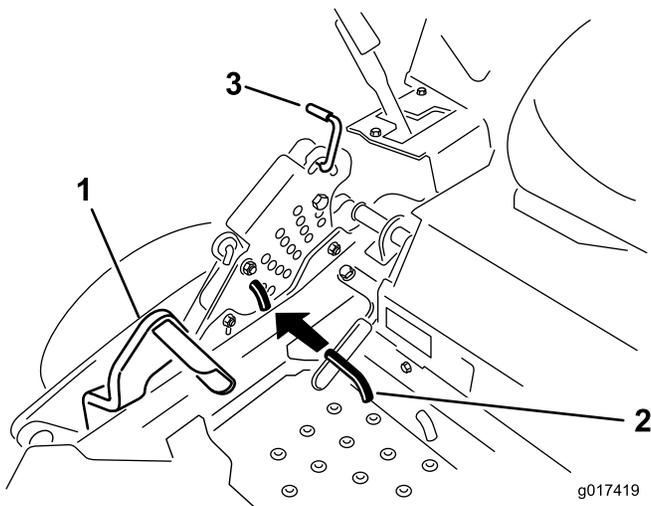

Figura 25
2. Pise el pedal de elevación de la carcasa y eleve la carcasa a la posición de transporte (que es también la posición de altura de corte de 140 mm/5-1/2 pulgadas) (Figura 25).
3. Para ajustar la altura de corte, gire el pasador 90 grados y retire el pasador del soporte de altura de corte (Figura 25).
4. Seleccione el taladro del soporte de altura de corte que corresponde a la altura de corte deseada, e inserte el pasador (Figura 25).